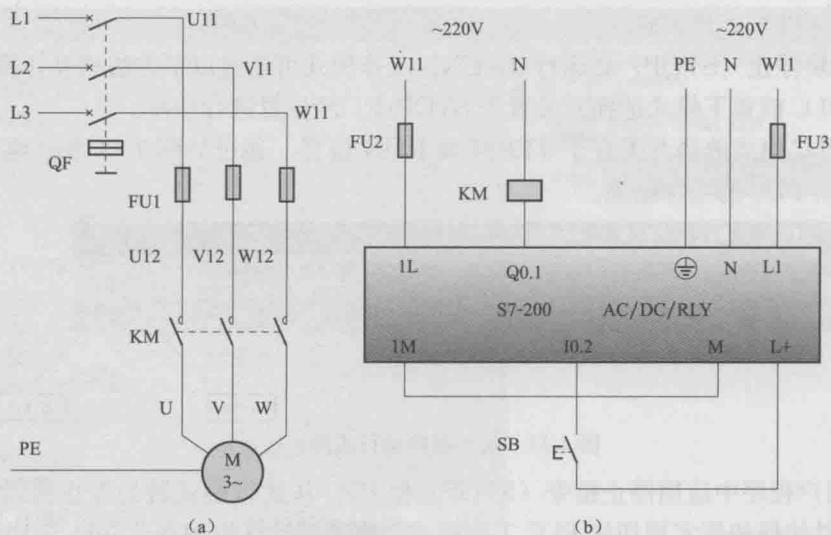
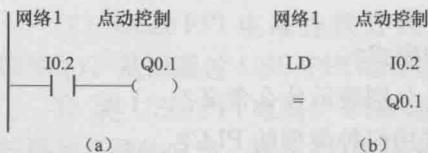

图 1-13 PLC 点动控制线路
图 1-14 PLC 点动控制程序
本任务将接触器点动控制改造为 PLC 点动控制, 控制要求不变。PLC 点动控制线路如图 1-13 所示, 控制程序如图 1-14 所示。
梯形图仿真电路中电流的流动，通过一系列的逻辑输入条件，决定是否有逻辑输出。程序梯形图包括左侧提供“电流”的母线，闭合的触点允许电流通过它们流到下一个元件，而断开的触点阻止电流的流动。例如，在图 1-14 (a) 所示的梯形图中，当输入继电器动合触点 I0.2 闭合时，输出继电器 Q0.1 线圈通电，否则 Q0.1 线圈断电。
(2) 程序指令表。程序指令表由若干条指令语句构成，每条指令语句由指令助记符和操作数组成，如图 1-14 (b) 所示。
(1) 根据图 1-13 所示 PLC 点动控制线路，可列出 PLC 输入/输出端口分配表，见表 1-5。
(2) 按图 1-13 所示连接 PLC 点动控制线路。PLC 型号为 S7-200 AC/DC/RLY，使用 220V AC 电源，FU3 作为短路保护。输入端电源使用本机输出 24V DC 电源，M 与 1M 连